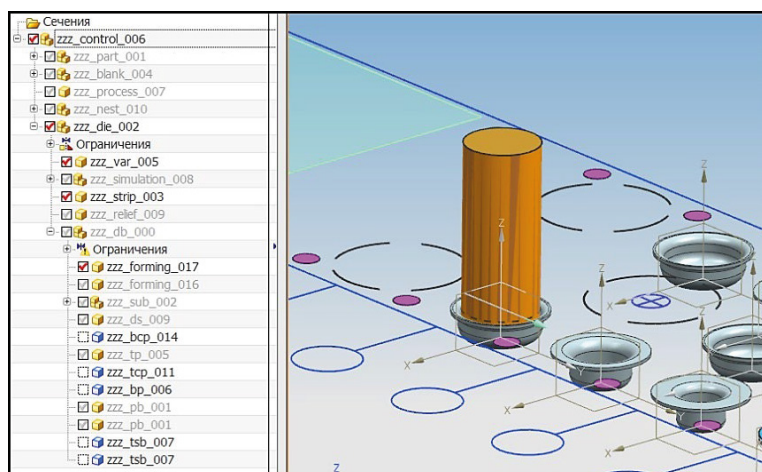

Рис. 10.10. Вид спроектированного пуансона
11. Созданный пуансон представлен на рис. 10.10.